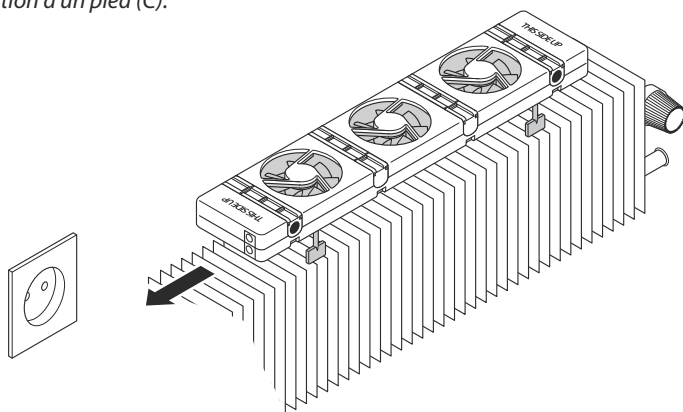

Fig. 9 - Positionnement du **SpeedComfort** (A) sur le convecteur.
1. Fixez les **pieds** (C) en les enfonçant dans les **fentes** (2) du **SpeedComfort** (A).
2. Assurez-vous que le **SpeedComfort** (A) soit orienté vers le haut et que les **connecteurs femelles** (1) pointent vers la prise murale (voir fig. 9).
3. Placez le **SpeedComfort** (A) sur le haut du convecteur et laissez de l'espace entre les côtés du convecteur et le **SpeedComfort** (A) pour réduire le bruit (voir fig. 9). Le SpeedComfort peut également être placé sur le sol en-dessous du convecteur (en cas d'espace suffisant).
4. Si le bloc convecteur est en matériau magnétique, le **capteur de température** (E) avec ses aimants peut simplement être positionné au-dessus. Le capteur de température peut également être serré entre deux plaques du bloc convecteur pour un bon transfert de chaleur. Le capteur peut être fixé à un tuyau en cuivre ou à un autre endroit non magnétique à l'aide de la bande Velcro fournie.